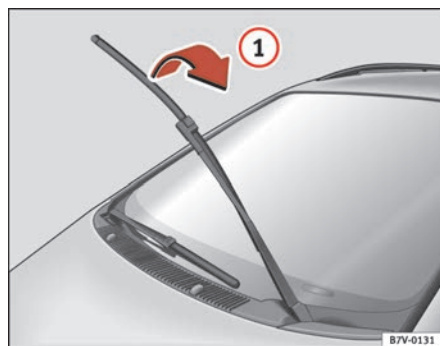
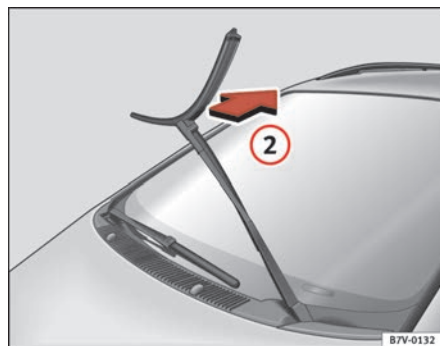

Abb. 145 Scheibenwischer vorne hochklappen
Abb. 146 Scheibenwischer vorne abnehmen
- Drehen Sie das Wischerblatt in Pfeilrichtung ⇒ Abb. 145 ① bis zum Anschlag und ziehen Sie es in Pfeilrichtung ⇒ Abb. 146 ② ab.
- Schieben Sie ein neues Wischerblatt **gleicher Länge und Ausführung** auf den Wischerarm und drehen Sie das Wischerblatt entgegen der Pfeilrichtung ① bis zum Anschlag.